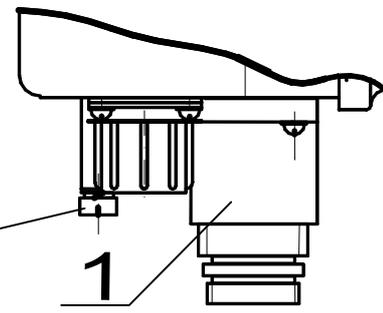

Рисунок 1.1 - Блок электронный
2.3.2.3 Проверить комплектность поставки изделия согласно паспорта изделия, наличие пломбы ОТК предприятия-изготовителя на БЭ (рисунок 1.1).
2.4.5.2 Для ввода кабеля связи, соединяющего БЭ с аппаратурой ССОИ, необходимо (рисунок 1.1):
2.4.5.3 Для подключения ЧЭ необходимо снять защитные колпачки с разъемов поз. 2 (рисунок 1.1) и подсоединить ЧЭ. На места подсоединения ЧЭ к БЭ (разъемы типа 2PMT) установить чехлы из комплекта монтажных частей КМЧ-БЭ БАЖК.468911.007, предварительно смазав внутренние поверхности чехлов смазкой ОКБ-122-7 или ЦИАТИМ-221.